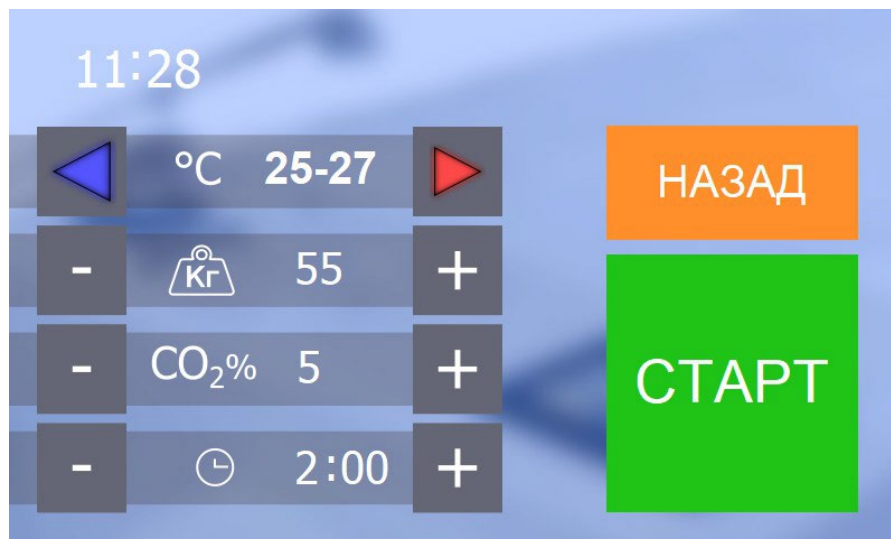

Рисунок 13.
8.8. Если необходимо изменить параметры процедуры, то нажмите кнопку «ИЗМЕНИТЬ» и введите (**Рисунок 13**):